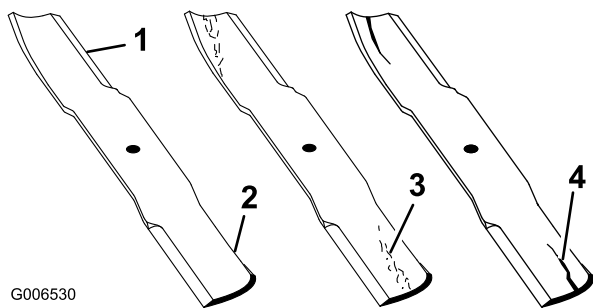

Figure 76
1. Examinez le tranchant des lames (Figure 76). Si les lames ne sont pas tranchantes ou si elles présentent des indentations, déposez-les et aiguisiez-les (voir Aiguisage des lames).
2. Inspectez les lames, surtout la partie relevée. Remplacez immédiatement toute lame fendue, usée ou qui présente une entaille (Figure 76).